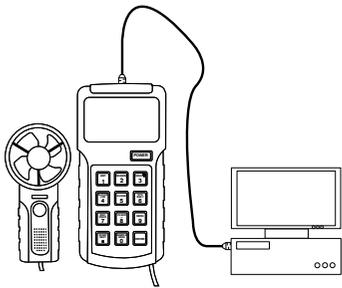

Figura 3
4. Utilize o sensor conforme demonstrado na figura 3 para realizar as medições da velocidade do vento, que demonstra a direção correta do fluxo do vento. Tenha o cuidado de sempre verificar a direção correta do fluxo de vento no sensor;